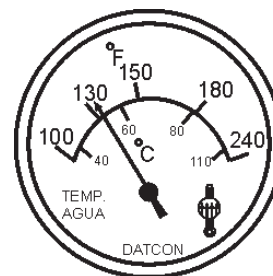

Figura 49. Medidor de temperatura del refrigerante
15. El **medidor de temperatura del refrigerante** (Figura 49) indicará la temperatura del refrigerante. Bajo condiciones normales de operación la temperatura de refrigerante debe estar entre 165 y 203 grados Fahrenheit (74 ~ 95 grados Centígrados).